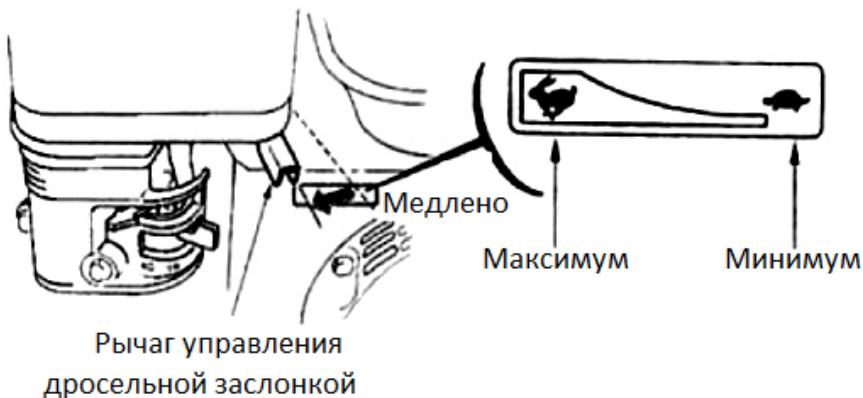

Рисунок 13
- 6.3 Переведите дросельный рычаг из положения МЕДЛЕННО, около 1/3 от всего движения рычага по направлению к положению БЫСТРО (рисунок 13)